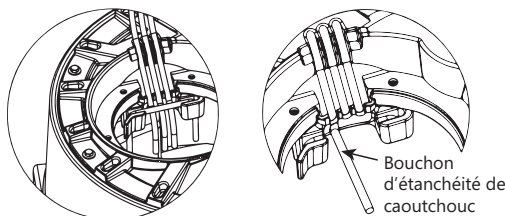

Figure 13. Bien assurer l'étanchéité des cordons, derrière la tige QuickTree
**Remise en place du QuickTree :** après les travaux d'entretien ou d'inspection des flotteurs, remettre le QuickTree en place sur son support. Il est important d'assurer adéquatement l'étanchéité des cordons du moteur de la pompe, de l'interrupteur à flotteur et de l'alarme facultative dans les tuyaux d'étanchéité spécialement conçus situés sous le couvercle d'accès. Une bonne étanchéité est nécessaire pour que les émanations d'égout ne s'échappent pas du système. Placer les cordons solidement en place dans les tuyaux de caoutchouc, tel qu'illustré à la Figure 13 en prenant soin d'éviter que les cordons n'aient trop de jeu dans le système.
**IMPORTANT :** trois tuyaux à cordons sont fournis. Dans le cas des systèmes sans alarme facultative, seuls deux canaux seront utilisés et le troisième doit être bouché à l'aide d'un bouchon d'étanchéité de caoutchouc fourni. Voir la Figure 13 [droite]. S'il y a un cordon d'alarme, les trois canaux serviront. Tous les joints d'étanchéité en caoutchouc du couvercle sont fixés de manière permanente et n'ont pas besoin d'être remplacés.